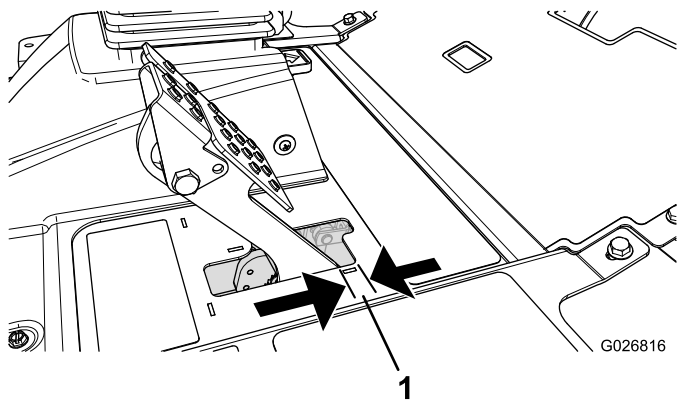

Bild 143
4. Betätigen Sie das Bremspedal leicht und messen Sie den Weg, den das Pedal ohne Widerstand zurücklegen kann (Bild 143).
Hinweis: Stellen Sie die Bremsen ein, wenn das Bremspedal mehr als 2,5 cm Spiel hat, oder wenn die Bremsen nicht mehr gut genug greifen (Bild 143).
6. Ziehen Sie die hinteren Muttern an, um den Bremszug nach hinten zu bewegen, bis das Bremspedal ein Spiel zwischen 6 mm bis 13 mm aufweist (Bild 143), bevor die Feststellbremse die Räder blockiert.